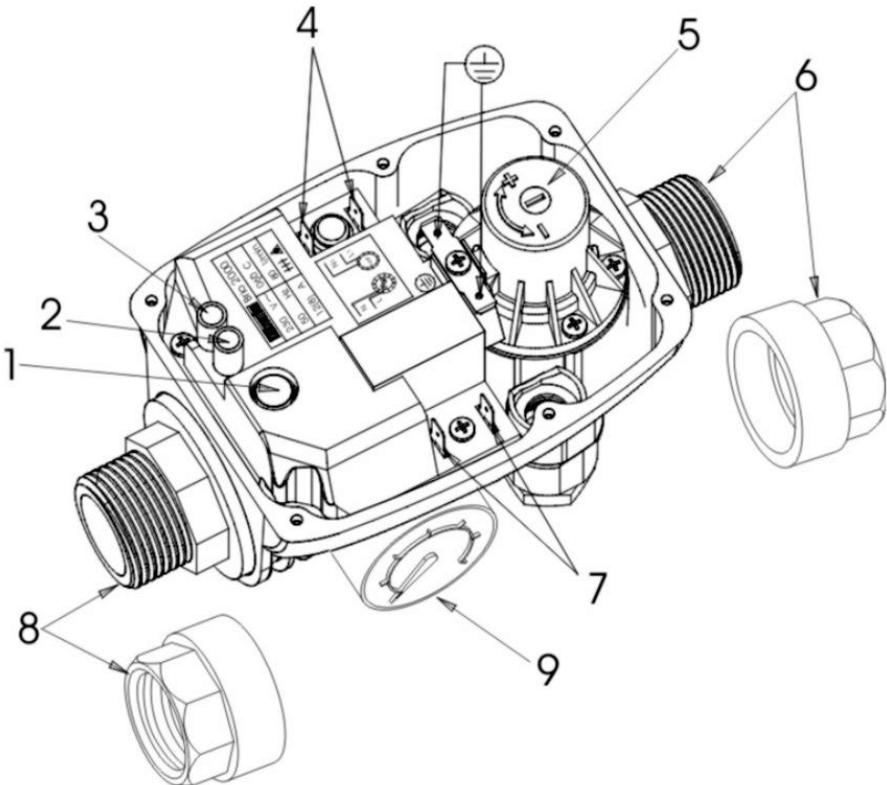

Рис.1
Установите аппарат в любой точке водопроводной системы, таким образом, чтобы направление стрелок на входе / выходе блока (8,6 Рис.1) совпадало с направлением движения воды в системе. Удостоверьтесь в полной герметичности соединений.
ВНИМАНИЕ! В случае использования насоса с максимальным давлением свыше 10 бар, необходимо установить редуктор давления на входном соединении 8 (Рис. 1).
5. После запуска насоса давление в системе поднимется и при отсутствии потребления воды насос отключится. Если в течение 15 секунд работы насоса, при условии отсутствии протока воды, давление в системе не поднимается, насос будет выключен (блок управления перейдет в режим защиты от сухого вращения), на блоке управления загорится красный индикатор (2, рис. 1). Для возобновления работы насоса нажмите кнопку «СБРОС» (1, рис. 1) – он запустится еще на 15 секунд.
6. Предварительно давление в блоке управления настроено таким образом, чтобы блок управления включал насос при падении давления до 1,5 Бар, что достаточно для большинства систем. При необходимости отрегулируйте величину настройки давления с помощью винта регулировки (5, Рис. 1).
Чрезмерная разница высот установки устройств.	Поворачивайте винт 5 (Рис.1) по часовой стрелке для увеличения значения давления срабатывания датчика.